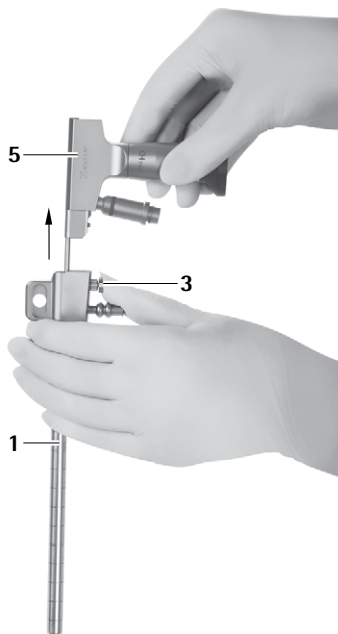

Fig. 8
- Presser le bouton de déverrouillage **3** et retirer l'endoscope **5** hors du trocart MINOP InVent **1**, voir Fig. 8.